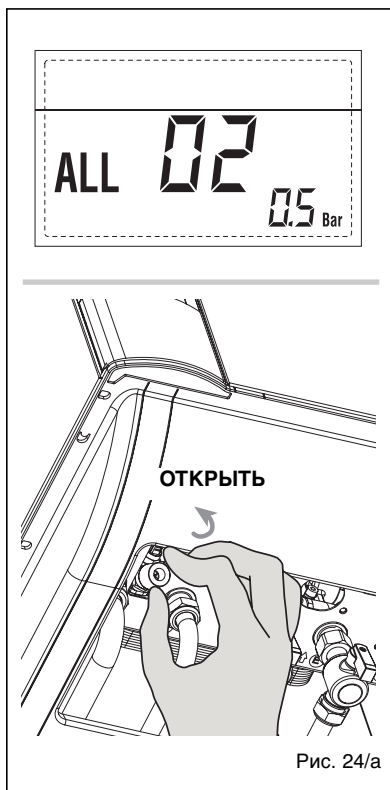

Рис. 24/а
– НЕПОЛАДКА ВЫСОКОГО ДАВЛЕНИЯ ВОДЫ “ТРЕВ 03” (рис. 24/б)